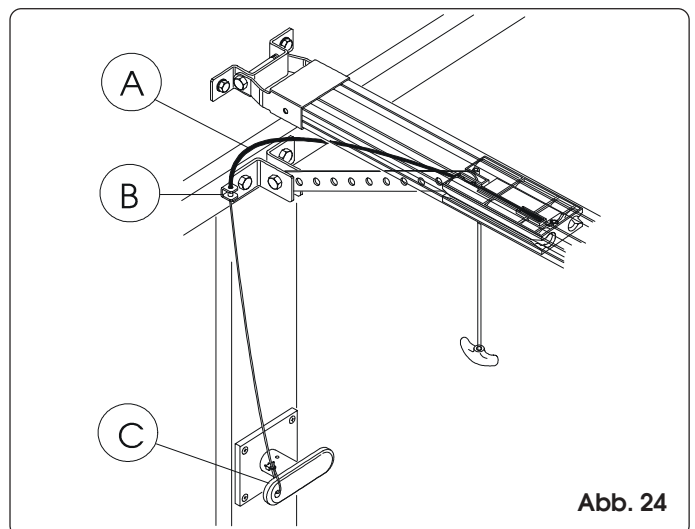

Abb. 24
- 1) Schneiden Sie die Kabelhülle auf Maß (Abb. 24 Pos. A).
- 2) Führen Sie das Kabel in die Hülle ein und ziehen Sie es durch die entsprechende Schlaufe am Toranschluss (Abb. 24 Pos. B).
- 3) Schneiden Sie das Kabel auf das gewünschte Maß und verbinden Sie es mit dem Innenhebel des Entriegelungsgriffs (Abb. 24 Pos. C).